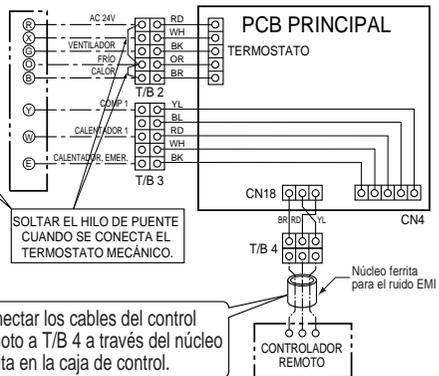

Figura 5D
■ Bomba de calor - 1 comp, 1 calentador (Figura 5D)